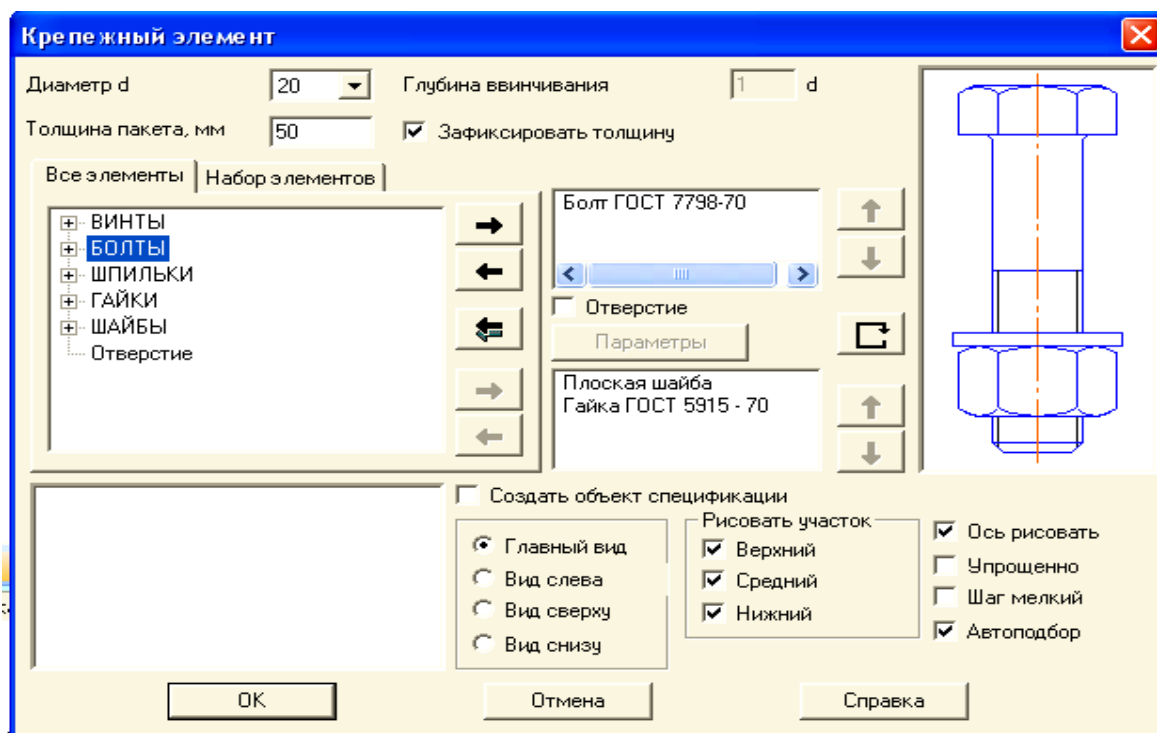

Рис. 3.26. Окно Крепежный элемент
библиотека → Крепежный элемент открывается окно Крепежный элемент (рис. 3.26).
16. В группе опций **Рисовать участок** указывают, какие участки крепежного элемента будут отрисованы: **Верхний**, **Средний** или **Нижний** участок. На рис. 3.26 показан элемент, для которого отключена отрисовка среднего участка.